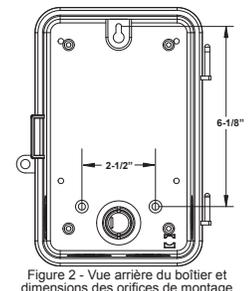

Figure 2 - Vue arrière du boîtier et dimensions des orifices de montage
4. Placez le boîtier à l'emplacement de montage voulu et marquez les trois orifices de montage (voir la figure 2 ci-dessous pour les dimensions). Placez d'abord la vis supérieure et l'une des entretoises fournies, puis accrochez le boîtier à la boutonnrière. Insérez les deux vis restantes à travers les orifices de montage au bas du boîtier en les faisant passer chacune par les entretoises fournies, jusque dans le mur.